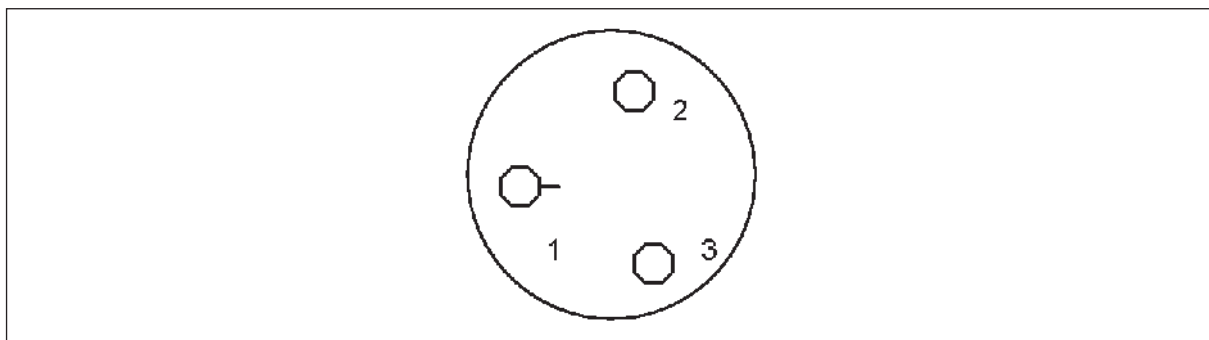

Fig. 6-5: Tomada do alarme remoto - freezer vertical
A configuração da tomada é apresentada na (Fig. 6-5 na pág. 35), vista a partir do lado traseiro do freezer. Dentro do freezer, a tomada está conectada a contatos secos de 24 volts, 1 amp. Em operação normal, com a fonte de alimentação ligada, o pino 1 está conectado ao pino 2, e em situação de alarme, com a fonte de alimentação desligada, o pino 1 está conectado ao pino 3.
4. Isto pode ser verificado conectando um instrumento de teste de continuidade adequado ao longo dos contatos, conforme descrito no diagrama da tomada do alarme (Fig. 6-5 na pág. 35).